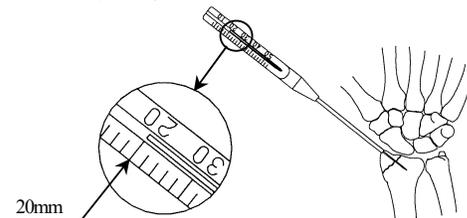

図2
- 0.8 ガイドピンを介して、0.8/1.0 ガイドピンデプスゲージにて刺入深さを計測します。(図2)